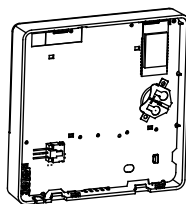

Fig. 3-5
- Coloque la batería dentro del lugar de instalación y asegúrese de que el lado positivo de la batería coincide con el extremo positivo del lugar de instalación. (Vea Fig.3-5)